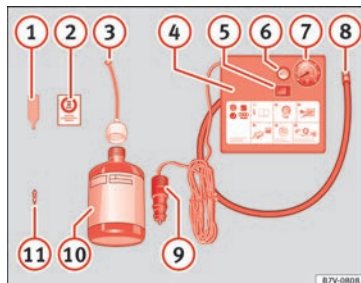

Abb. 102 Prinzipdarstellung: Bestandteile des Pannensets
Das Pannenset befindet sich im Gepäckraum unter dem Bodenbelag. Es besteht aus folgenden Bestandteilen » Abb. 102:
Den Reifenfüllschlauch »» **Abb. 102** ⑧ wieder anschließen und den Reifenfülldruck an der Reifenfülldruckanzeige ⑦ ablesen.